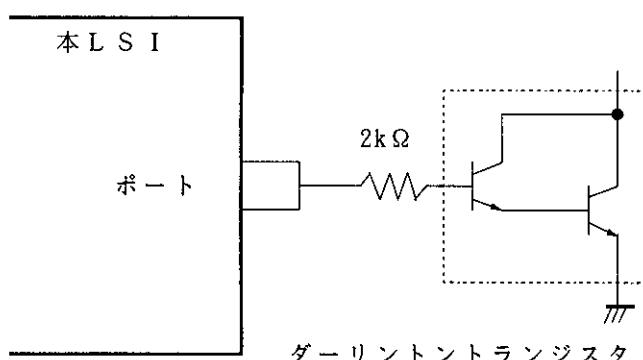
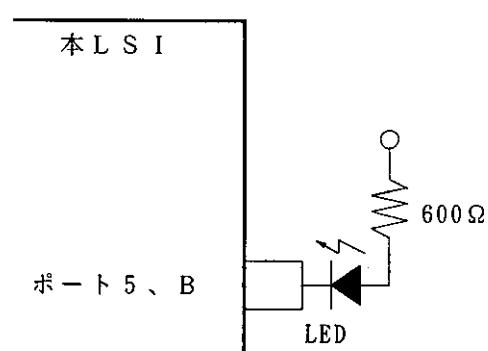

図17.1 ダーリントントランジスタ駆動回路例
図17.2 LED駆動回路例
2. ダーリントントランジスタや、LEDを直接駆動する場合には、図17.1、図17.2に示すように、出力に必ず電流制限抵抗を挿入してください。